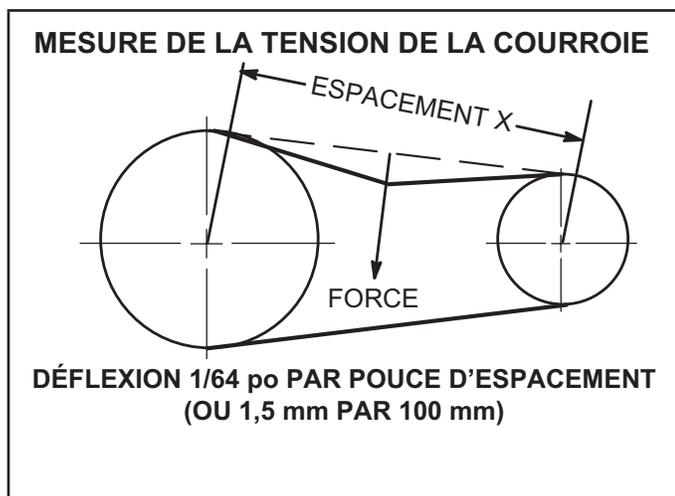

FIGURE 23
- 1 - Mesurez l'espacement X. Reportez-vous à la FIGURE 23.
- 2 - Appliquez une force perpendiculairement au centre de l'espacement (X) avec une pression suffisante pour faire fléchir la courroie de 1/64 po par pouce d'espacement (1,5 mm par 100 mm d'espacement). Exemple : la déflexion de la courroie avec un espacement de 40 po doit être de 40/64 po, soit 5/8 po. Exemple : la déflexion de la courroie avec un espacement de 400 mm doit être de 6 mm.